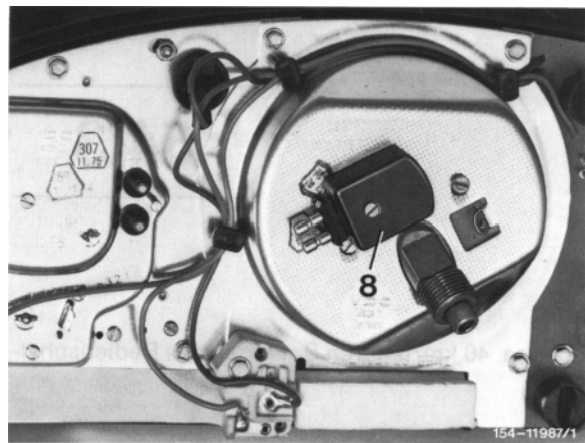

Bild 2
9 Bei Fahrzeugen ab ca. September 1975, an denen das Mantelrohr nicht getauscht wurde, Kombi-Instrument ausbauen und prüfen, ob über dem Tachowellenanschluß ein Befestigungsloch mit Gewinde zum Anschrauben des Gebers (8) nach Bild 2 vorhanden ist.
10 Bei Fahrzeugen mit Befestigungsloch Geber (8) nach Bild 2 am Kombi-Instrument anschrauben.